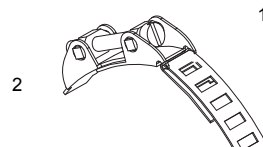

Abb. 9.2: Spannschloss mit Spannband
- Um das Spannschloss am Spannband zu fixieren, ziehen Sie ca. 2 cm des Spannbandes durch den Schlitz des Spannschlusses (siehe Abb. 9.2).
- Schieben Sie das Spannband durch die Teile (2) und (1) des Spannschlusses (siehe Abb. 9.2).